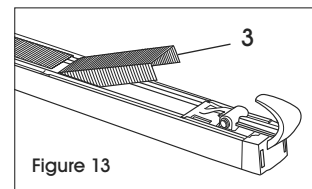

Figure 13
2. Placez les bandes d'agrafes (3) dans le magasin par le haut. (Voir Figure 13)